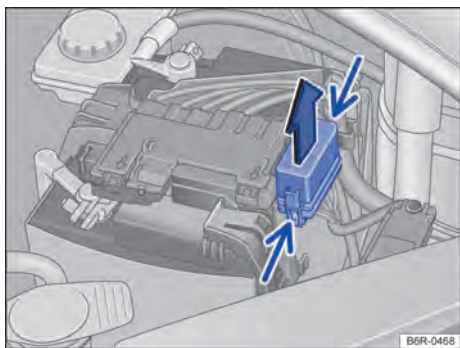

Fig. 141 No compartimento do motor: retirar cobertura da caixa de fusíveis.
- Pressionar as travas no sentido da seta (seta estreita) para destravar a cobertura da caixa de fusíveis → Fig. 141.